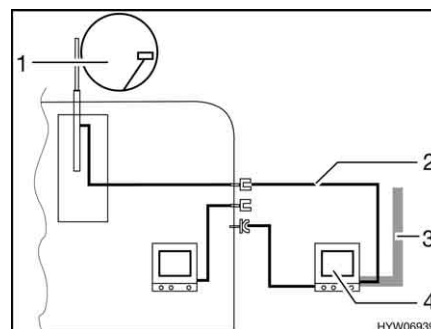

Fig. 105 TV nella tenda veranda
- TV nella tenda veranda (Fig. 105,4): Collegamento all'antenna del tetto (Fig. 105,1) con cavo di collegamento (Fig. 105,2)
- TV nella tenda veranda (Fig. 105,4): Collegamento a antenna esterna (Fig. 105,3)